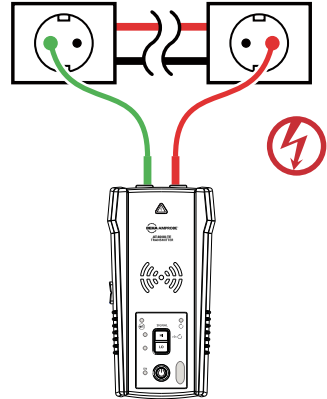

Fig. 3.1a:
2. Forbind det røde testkabel (tilbehør) til linje/fase-ledningen, der skal spores. Ved strømførende systemer sendes signalet KUN imellem belastningssiden, som senderen er tilkoblet, og strømkilden (se fig. 3.1a).